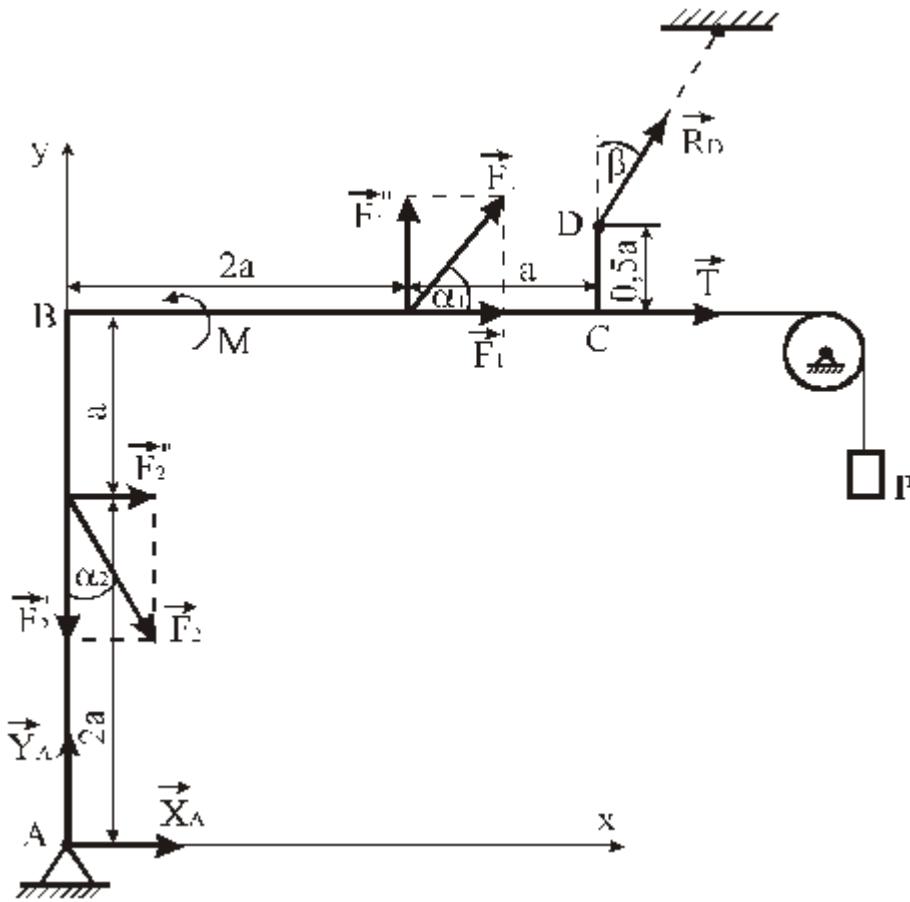

Рис. 20
**Пример 8.** Жесткая рама ABCD (рис.20) имеет в т. А неподвижную шарнирную опору, а т. D прикрепена к невесомому стержню. В т. С к раме привязан трос, перекинутый через блок и несущий на конце груз весом  $P = 20 \text{ кН}$ . На раму действует пара сил с моментом  $M = 75 \text{ кНм}$  и две силы  $F_1 = 10 \text{ кН}$  и  $F_2 = 20 \text{ кН}$ , составляющие со стержнями рамы углы  $\alpha_1 = 30^\circ$  и  $\alpha_2 = 60^\circ$  соответственно. При определении размеров рамы принять  $a = 0,2 \text{ м}$ . Определить реакции связей в точках А и D, вызванные действием нагрузки.